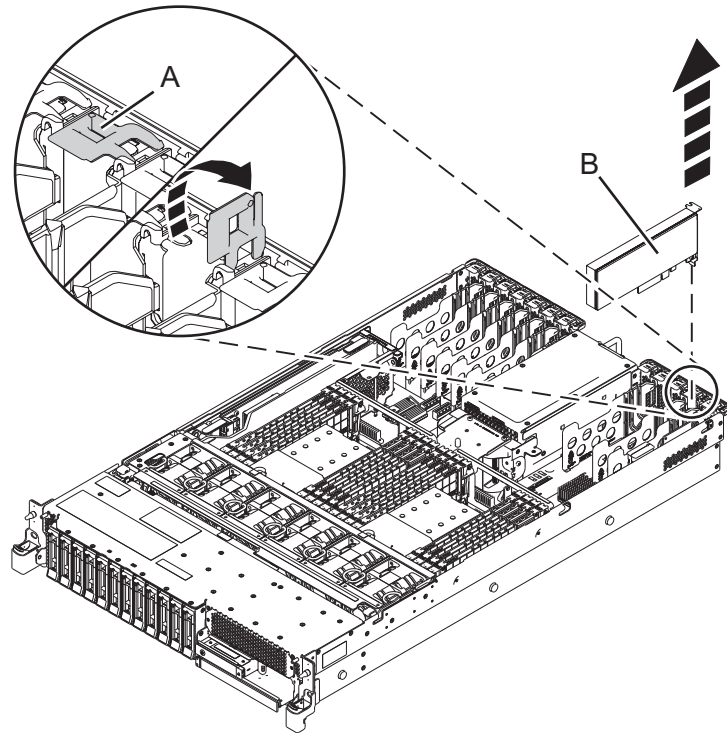

Figura 33. Remover um adaptador PCIe do sistema 5148-21L, 5148-22L, 8247-21L, 8247-22L, 8284-21A ou 8284-22A
2. Para colocar a patilha do adaptador (**A**) na ranhura de destino na posição de abertura, rode a patilha (**A**) na parte posterior do sistema, na direcção apresentada em Figura 33 na página 55.
3. Segure no adaptador (**B**) com cuidado pela extremidade superior ou pelo contraponto e remova o adaptador da ranhura, como demonstrado em Figura 33 na página 55.